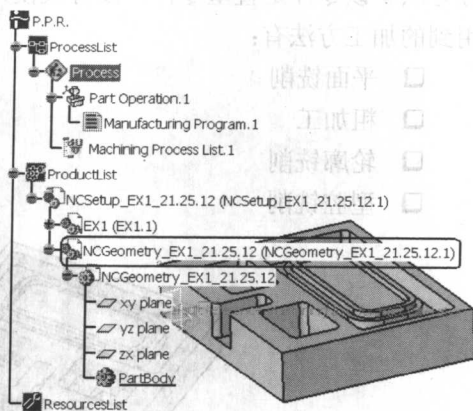

图 1-3
(2) 选择 Start → Machining  Surface Machining 命令, 进入数控加工的曲面加工模块。首先进入这个模块是因为需要在这个模块中调用建立毛坯零件功能来建立毛坯。进入加工模块后, 特征树如图1-3所示。特征树主要含有3个结点, 加工过程结点  ProcessList 包括加工零件设置、加工方法和刀路等; 加工产品结点  ProductList 包括进行加工的目标零件、毛坯零件和辅助几何元素等; 加工资源结点  ResourcesList 包括用于加工的数控机床和加工刀具等。在图1-3中, 方框处的结点就是选中  Create a CATPart to store geometry 复选框后所生成的辅助几何结点。
(3) 在曲面加工模块中, 单击“建立毛坯零件 (Creates Rough Stock)”按钮 , 弹